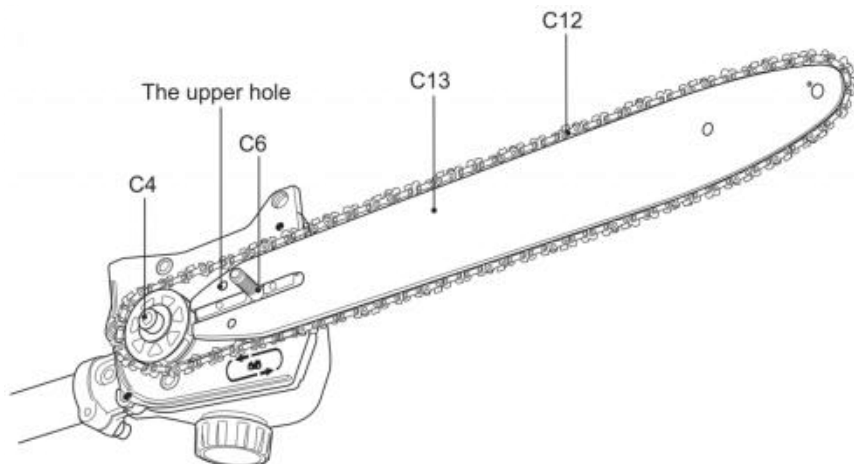

Fig. 10
6) Rikta in sågkedjan (C12) och svärdet (C13) med drivhjulet (C4) och monteringsbulten (C6). Lägga sågkedjan (C12) runt drivhjulet (C4) och sänk sedan svärdet (C13) för att montera det på monteringsbulten (C6). Se till att spännstiftet är isatt i det övre hålet på svärdet (C13). (Bild 10)